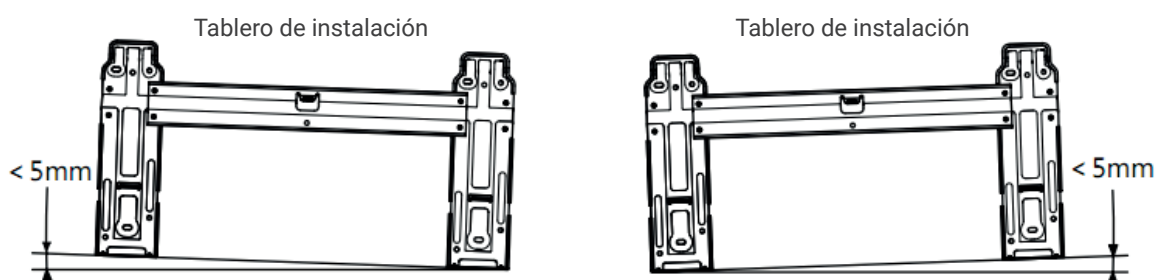

Fig.4
- Desmonte la placa de instalación de metal de la unidad interior. Ajuste la placa de instalación en posición horizontal. La diferencia de altura entre los lados izquierdo y derecho de la placa de instalación debe ser inferior a 5mm. (Fig. 4)